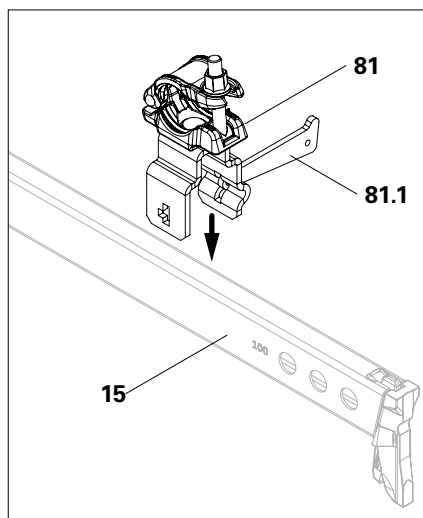
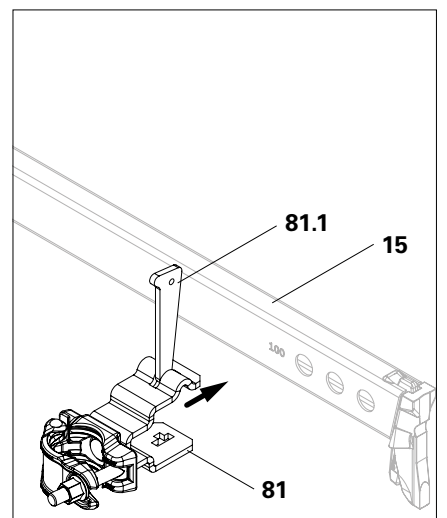

Abb. A10.03c
Abb. A10.03d
1. Keil (**81.1**) aus dem Klemmteil herausziehen und Klemmteil von der Seite oder von oben über den Horizontalriegel (**15**) stecken. (Abb. A10.03c + Abb. A10.03d)